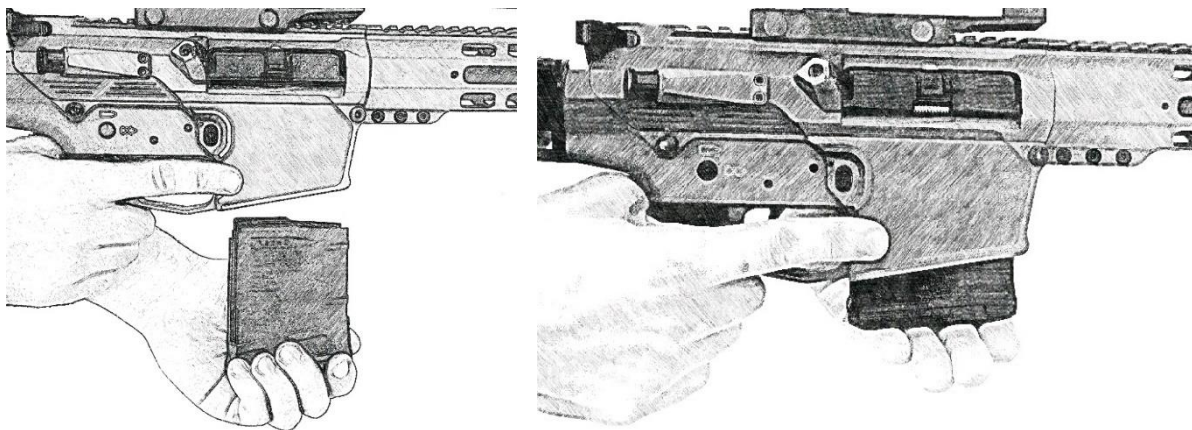

Рисунок 22. Приєднання магазину до гвинтівки
6) **У разі необхідності приєднати магазин до гвинтівки**, для чого утримуючи гвинтівку однією рукою другою ввести у шахту ствольної коробки магазин до фіксації (рис.22).
Для здійснення пострілу з гвинтівки необхідно приєднати до гвинтівки споряджений патронами магазин (рис.22), за руків'я перезарядження відвести затворну раму із затвором у заднє положення та відпустити його.